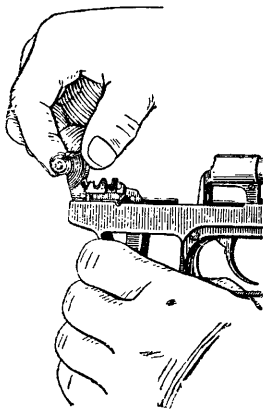

Рис. 18. Присоединение курка
3. Присоединить курок к рамке. Удерживая пистолет левой рукой, большим и указательным пальцами правой руки взять курок (рис. 18) и ввести его цапфы в цапфенные гнезда рамки;